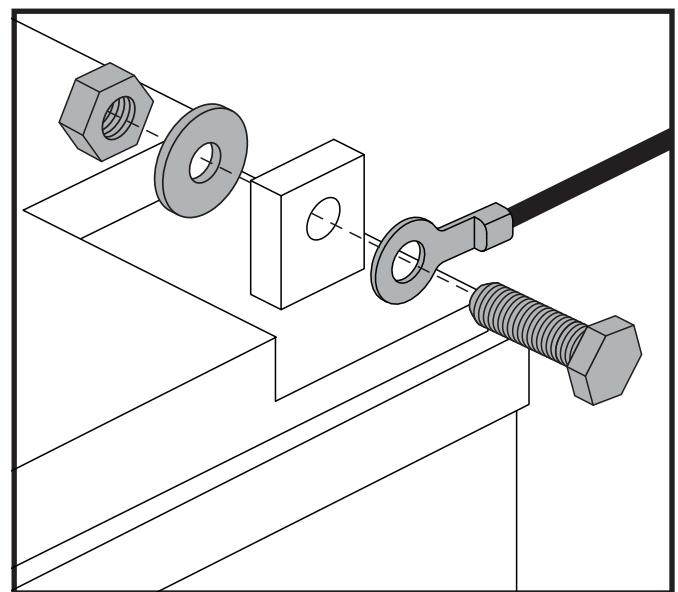

Figure 15. Batterie Borne Matériel
- Débranchez les câbles des bornes des batteries en soulevant la couvercles des bornes et en desserrant le boulon et l'écrou sur chaque borne. **Voir la figure 15.**